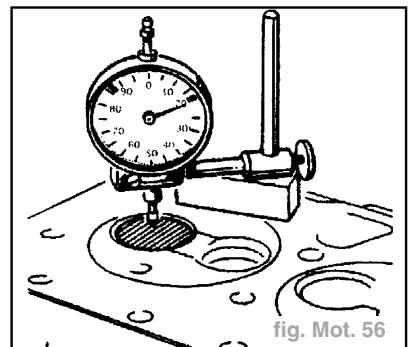

fig. Mot. 56
- Mesurer le retrait de la tête de soupape par rapport au plan de joint de culasse (fig. Mot. 56).